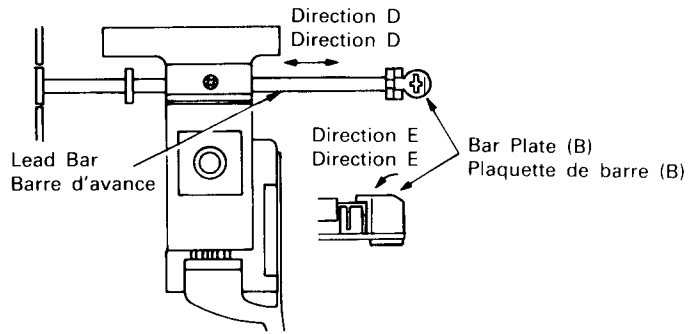

Fig. 15
If the lead bar is loose interference with the disc tracking function may result. Therefore check to make sure that the lead bar does not move in the direction indicated by D. If it is found to move, correct position of the Bar Plate (B) by bending in direction E with pliers, then reassemble. (Fig. 15)
Si la barre d'avance est lâche, cela peut affecter la lecture de piste du disque. Il faut donc vérifier que la barre ne se déplace pas dans la direction indiquée par D. Si tel est le cas, corriger la position de la plaquette de barre (B) en la courbant à l'aide de pinces dans la direction E, puis procéder au remontage (Fig. 15).